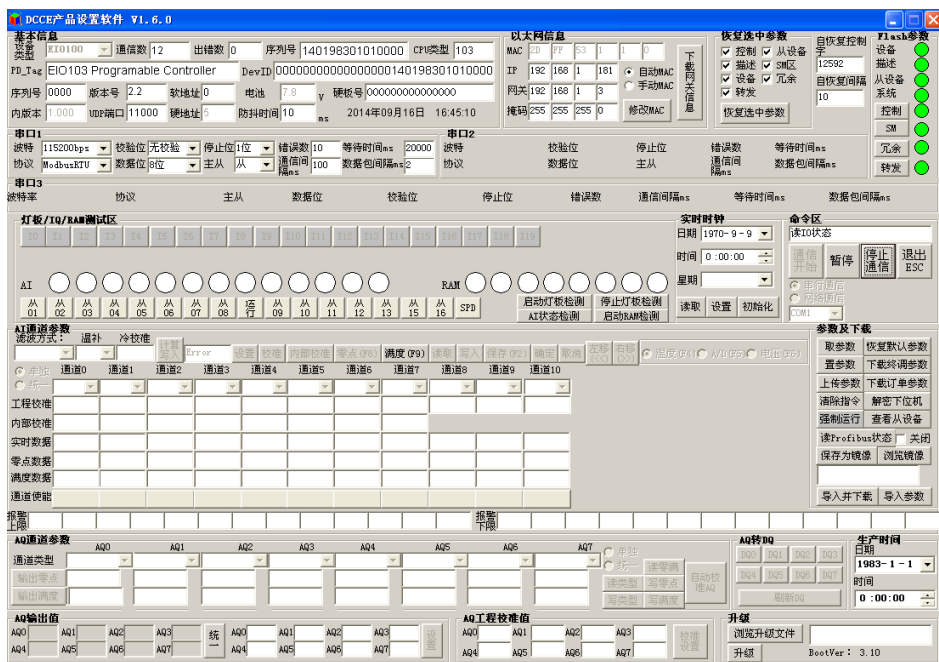

图 6-1-2 EIO 和 EA 系列产品用户设置软件
(2) 启动设置软件：启动 EIO 和 EA 系列产品用户设置软件，进入如图 6-1-2 所示界面，单击“通信”按钮。设置软件连接控制器，读取控制器系统参数，进入参数设置状态。
(3) 参数设置： 点击“取参数”按钮，将控制器现在运行的参数显示在软件界面上。“置参数”按钮则将软件界面中的已经修改的参数下载至控制器中，完成对控制器系统参数的设置。“恢复默认参数”是将控制器的所有参数恢复至出厂的设置。
(4) 查看状态参数：设备状态参数包括硬地址信息，电池信息，温度补偿，软